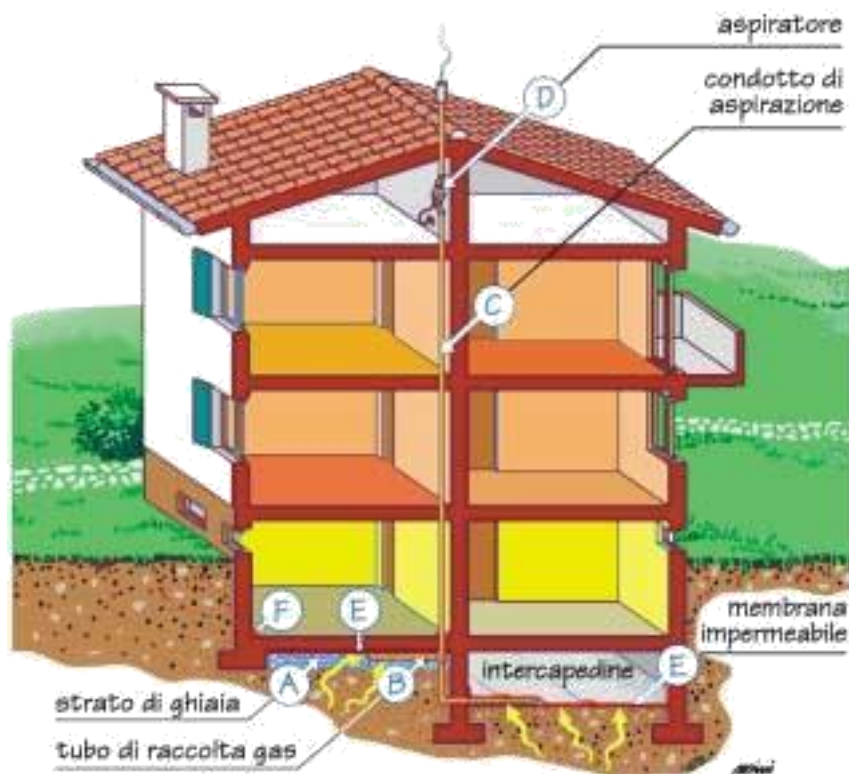

Fig. 4 - Sistema base per la riduzione del radon in edifici nuovi
Per la protezione dal radon delle nuove costruzioni, si stanno diffondendo tecniche che, in linea di principio, si basano sulla ventilazione ed aspirazione naturale o forzata dell'aria del suolo e sono diversificate in funzione della tipologia costruttiva e delle caratteristiche geologiche del terreno. Nell'esempio tipico di Fig. 4 è evidenziato: uno strato di ghiaia (A) permeabile al gas sotto la soletta controterra per permettere al radon di raggiungere facilmente il tubo perforato di raccolta del gas (B) che si collega al condotto di aspirazione (C) (tubo in PVC o simile da 8-10 cm di diametro) fissato lungo una parete della casa che oltrepassa il tetto e che può essere dotato di un aspiratore elettrico (D) per aumentare la depressione sotto la soletta; il sistema viene completato da una